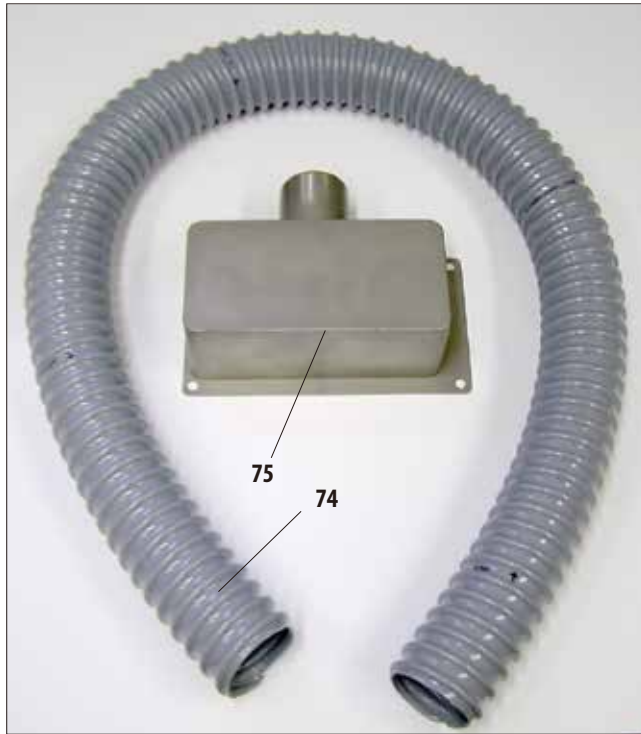

Fig. 21
El conjunto acoplador (fig. 21) está compuesto por el tubo de extracción de gases (74) ($\varnothing = 50$ mm) y el acoplador de extracción (75).